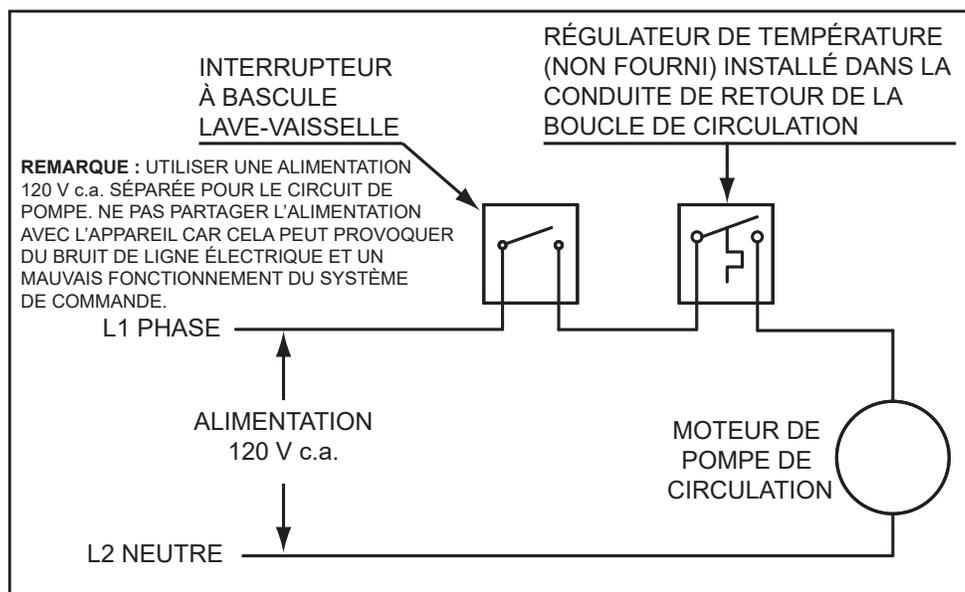

Figure 84. Boucle de recirculation avec lave vaisselle et interrupteur à bascule
7. Si une pompe est installée dans un circuit recirculation entre le chauffe-eau et un conducteur de lave-vaisselle commercial comme à la *Figure 84* (page 101).